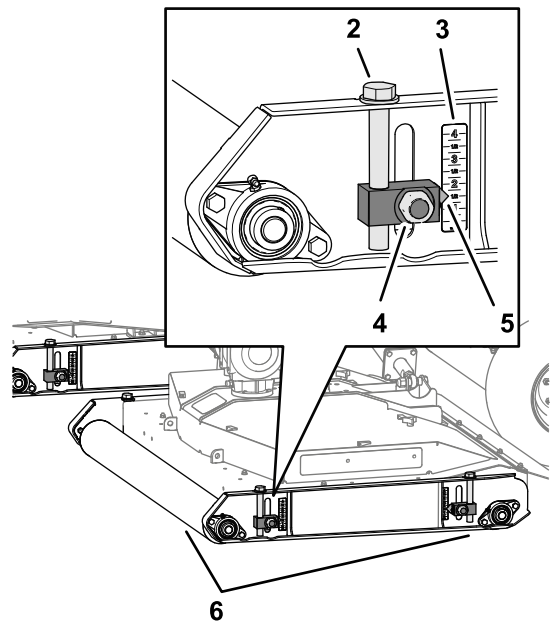

Figura 41
3. Afloje las 4 contratuercas que fijan los 4 ajustadores de la altura de corte (Figura 41) de la carcasa del cortacésped.